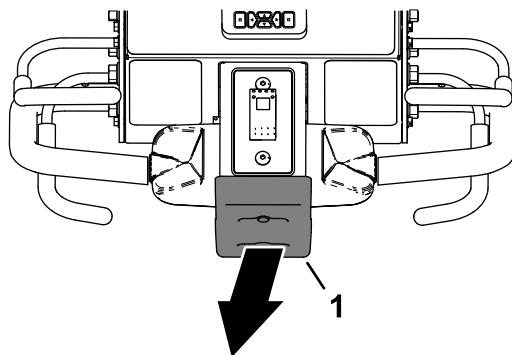

Bild 92
2. Entfernen Sie sich vom Anschlagschalter (Bild 92).